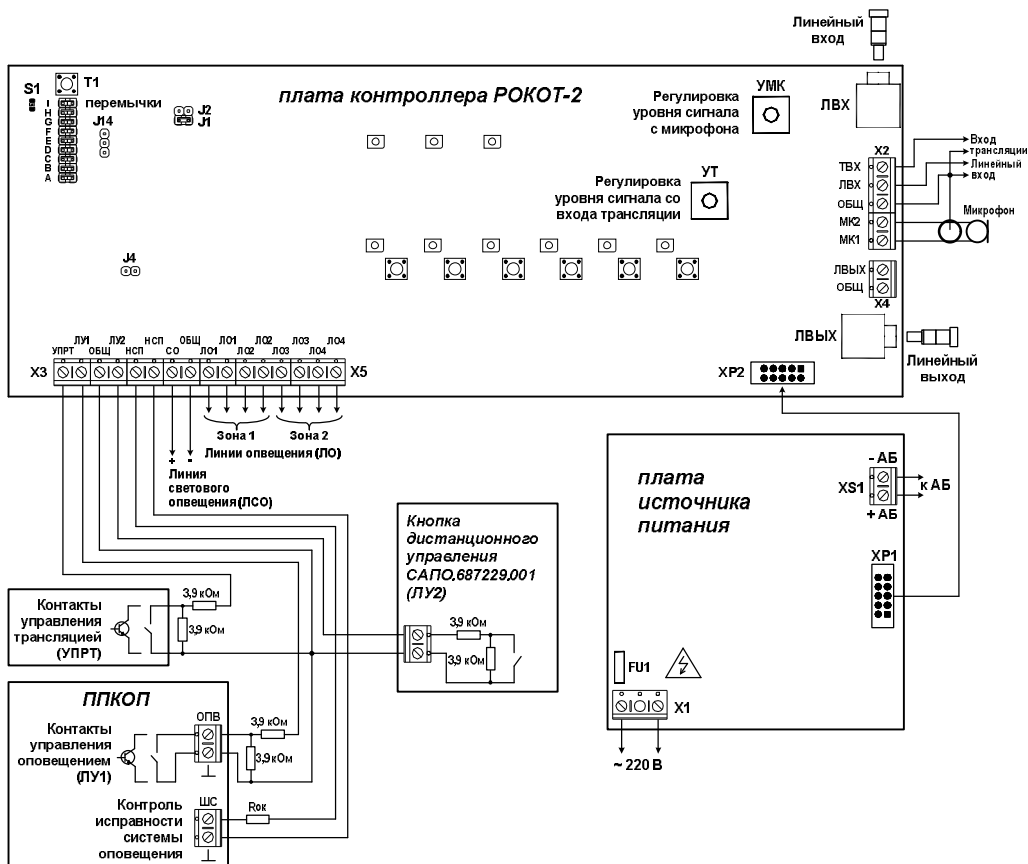

Рис.1 Схема внешних подключений прибора «Рокот-2»
Произведите монтаж всех линий, соединяющих прибор с ППКОП, акустическими системами, световыми указателями, источниками сигналов трансляции, кнопкой дистанционного управления. Для доступа к клеммным колодкам необходимо открыть крышку, открутив винт на крышке внизу корпуса прибора. Схемы подключений – см. рис. 1 – 5.
Внимание! Кнопка дистанционного управления САПО.687229.001 поставляется с установленными в ней резисторами 3,9 кОм. При монтаже не предусмотренной комплектом поставки кнопки необходимо установить два резистора 3,9 кОм согласно схеме подключений – рис.1.
При необходимости размещения в зоне оповещения максимального количества АС (до 20 АС-2-2 или до 8 АС-2-1) с использованием *только одной линии* оповещения допускается объединение выходов ЛО путем установки перемычки между левыми (по рис.1) клеммами выходов ЛО1 и ЛО2 (ЛО3 и ЛО4). Собственное сопротивление проводников такой ЛО должно быть не более 1,5 Ом.
- К клеммам «220В» платы источника питания (см. рис.1) подсоедините кабель сетевого питания. Подайте на прибор напряжение ~220 В 50 Гц.
- Снимите перемычку «А» (см. рис.1) и дождитесь прохождения проверки состояния линий оповещения (не более 20 секунд).
- в дежурном режиме работы, открыв крышку прибора, нажать кнопку Т1 на плате контроллера (см. рис.1) и удерживать её до загорания индикатора S1.
Переход в тестирование системы происходит *из дежурного режима* при снятии переключки «С» (см. рис.1). Пока снята эта переключка, индикатор НЕИСПРАВНОСТЬ мигает зеленым, контакты выхода «Неисправность» разомкнуты.